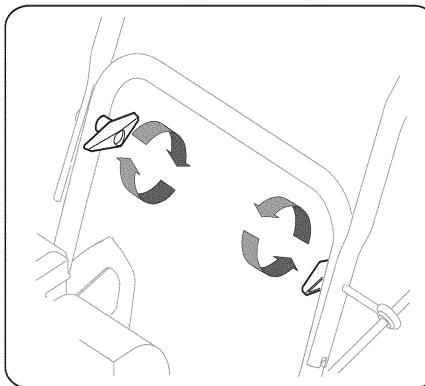

Рис. 2
3. Затяните фиксаторы, расположенные на правой и левой стороне ручки (См. Рис. 2). Снимите и выбросите все резинки, если они есть. Они используются только для упаковки и транспортировки.